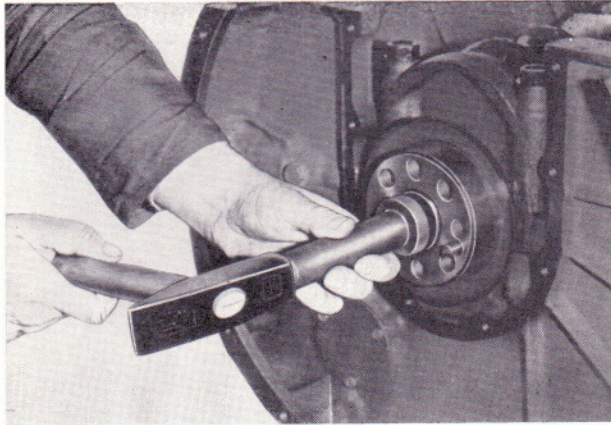

Bild 80
- Das neue Lager mit Schlagdorn 27 01755 002 mit den Kurbelwellenflansch einschlagen (Bild 80).